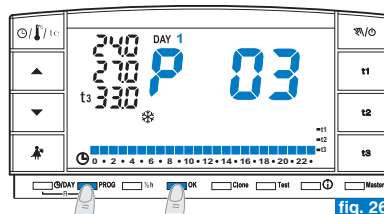

fig. 26
- avec la touche **PROG**, sélectionner le programme hebdomadaire désiré et confirmer an appuyant sur la touche **OK** (exemple en figure 26).